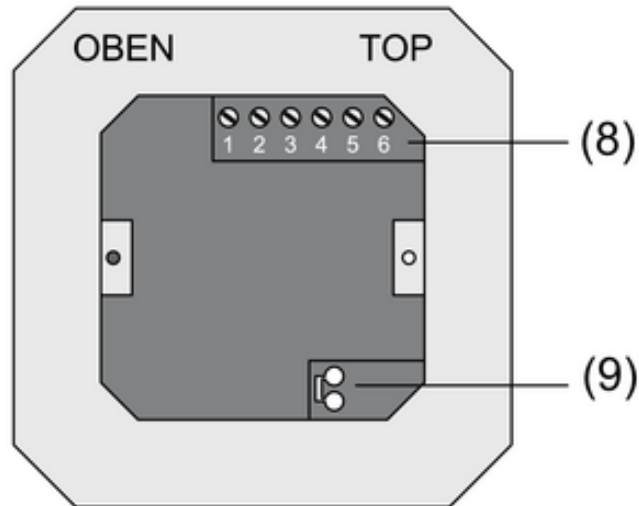
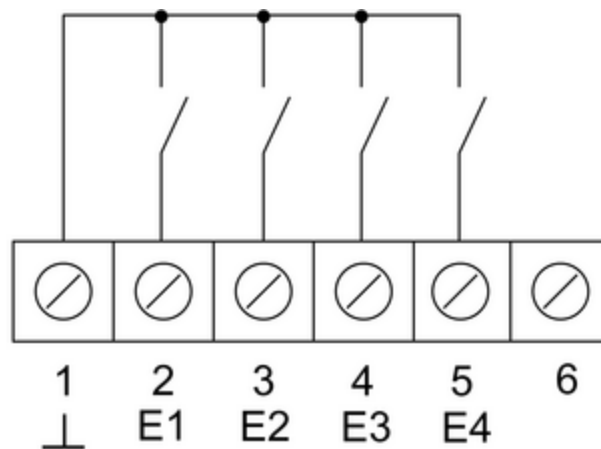
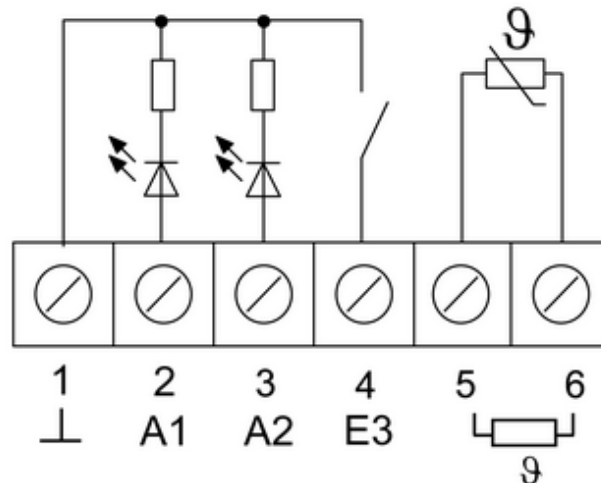

Figura 2
Figura 3
Figura 4
- Collegare il cavo bus al morsetto di collegamento (9) nell'inserto morsetti (figura 2).
- Ingressi binari **E1...E4**: connettere i tasti o gli interruttori di chiusura o apertura ai morsetti **1 e 2...5**(figura 3) della morsettiera (8) (figura 2).
- Uscite binarie **A1...A2**: connettere i LED o relè elettronici ai morsetti **1 e 2, 3** (figura 4) della morsettiera (8) (figura 2).
- Connettere la sonda di temperatura esterna ai morsetti **5** e **6** (figura 4) della morsettiera (8) (figura 2).
- Installare l'inserto morsetti (1) (figura 1) nella scatola apparecchi sotto intonaco. Fare attenzione scritta **OBEN / TOP**. La connessione bus (9) (figura 2) deve essere in basso a destra.